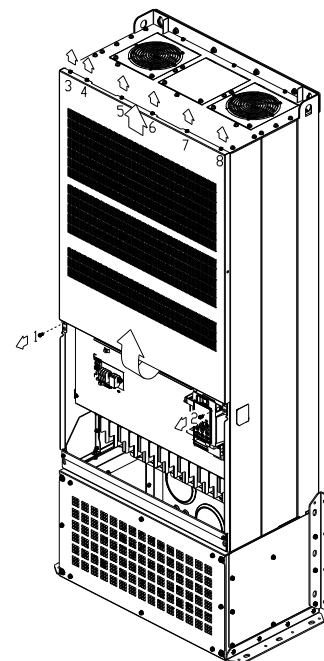

Рис. 2
2. Выкрутите винты 1–8 и снимите крышку (Рис. 2). Момент: 24–26 кг-см / [20.8–22.6 ф-дм] / [2.4–2.5 Нм]